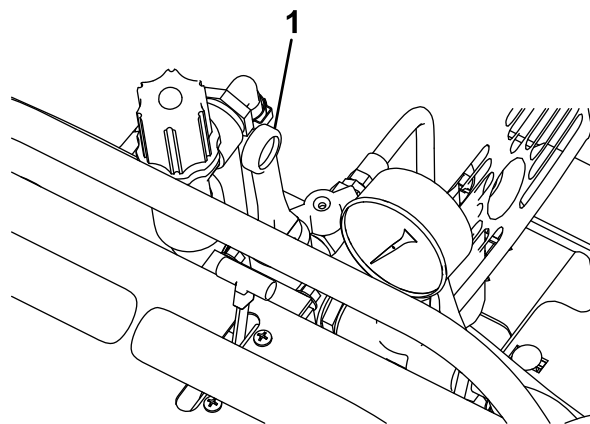

Bild 21
3. Öffnen Sie das Sprühventil, um mit dem Sprühen zu beginnen (Bild 21).